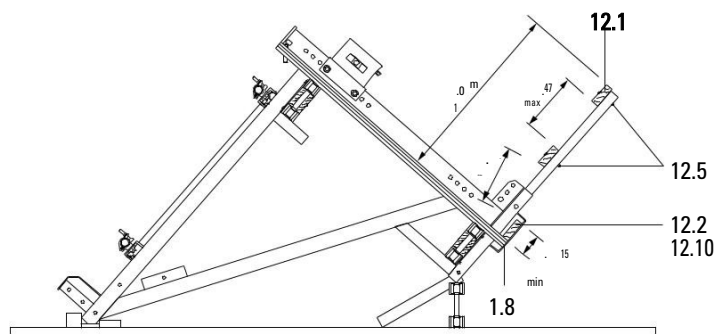
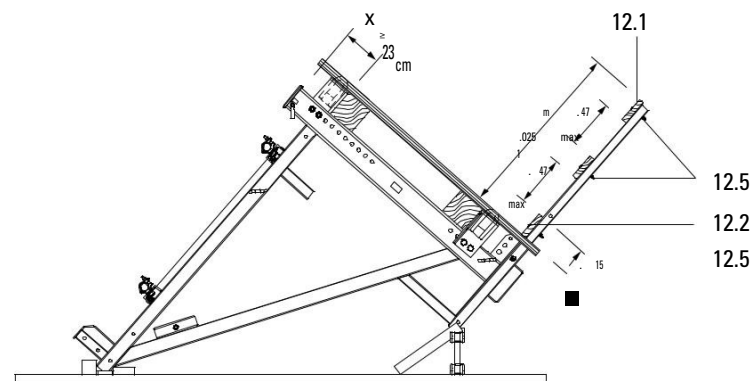

Fig. A1.19a
Fig. A1.19b
(Fig. A1.19a + A1.19b)
4. В зависимост от конструкцията на пода закрепете дъската (12.2) към стойките с F. H. болтове M8 x 100 (12.5) (Fig. A1.19b) или към конзолата с Toxh 6 x 40 (12.10). (Fig. A1.19a)